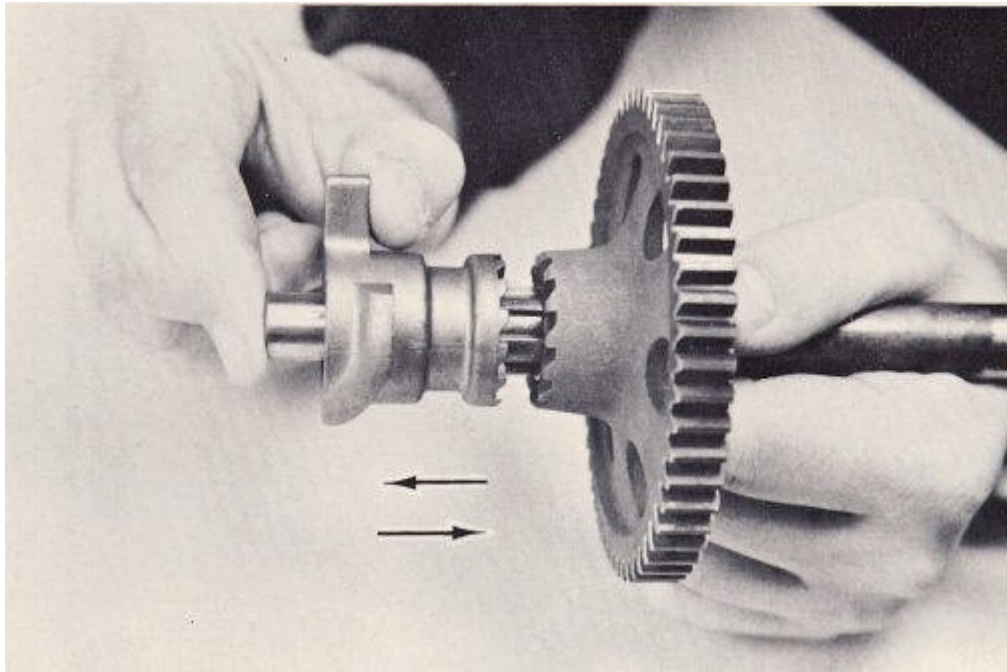

FIG. 49
14. Revise que las ranuras en el extremo del eje del pedal de arranque cuidadosamente para evitar daños y desgaste. Inspeccione los dientes en el engranaje de conducción pedal de arranque y hacer girar el engranaje en el eje de pedal de arranque para asegurarse que gire libremente. Además, inspeccione los dientes del trinquete en el engranaje. Revise los dientes de trinquete en trinquete y la leva empuje la leva de un lado a otro en el eje (Fig. 49). Usted debe ser capaz de mover la cámara alrededor de 0,4", hacia el extremo derecho del eje, y que debe devolver por la presión de la primavera.